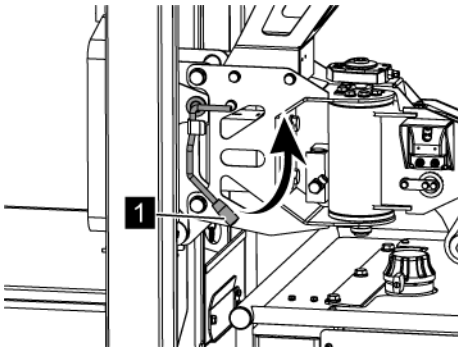

Abb. 155: Korbbolzen
6. → Korbbolzen (Abb. 155/1) um 90° gegen den Uhrzeigersinn drehen.